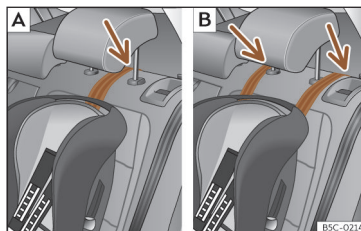
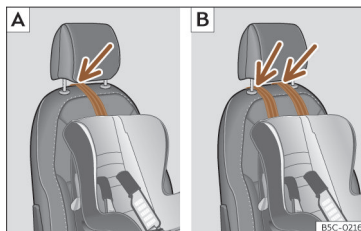

Fig. 44 Bancos traseiros: ajuste e montagem em função do cinto Top Tether.
Fig. 45 Banco do passageiro: ajuste e montagem em função do cinto Top Tether.
- Coloque a correia por baixo do encosto de cabeça (em função das instruções da própria cadeira, levante ou retire o encosto de cabeça se for necessário) >>> Fig. 44, >>> Fig. 45.